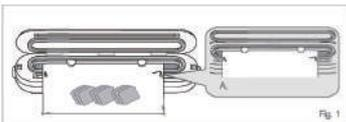

Fig. 1
3. Introduzca el extremo de apertura de la bolsa texturizada en la cámara de vacío de la máquina y tire de él hacia el clip de la bolsa para evitar que la bolsa de vacío texturizada se salga. [Fig. 1]
1. Coloque el extremo de apertura de la bolsa entre la banda calefactora y la esponja, sin sobrepasar la esponja. [Fig. 1]
3. colocar a extremidade aberta do saco texturado na câmara de vácuo da máquina e puxá-la para dentro do clipe do saco para evitar que o saco de vácuo texturado escorregue. [Fig.1].
1. Colocar a extremidade de abertura do saco entre a tira de aquecimento e a esponja, não ultrapassar a esponja. [Fig. 1]
3. Pull the opening end of the textured bag into the vacuum chamber of the machine, and pull it into the bag clip to prevent the textured vacuum bag from slipping off. [Fig. 1]